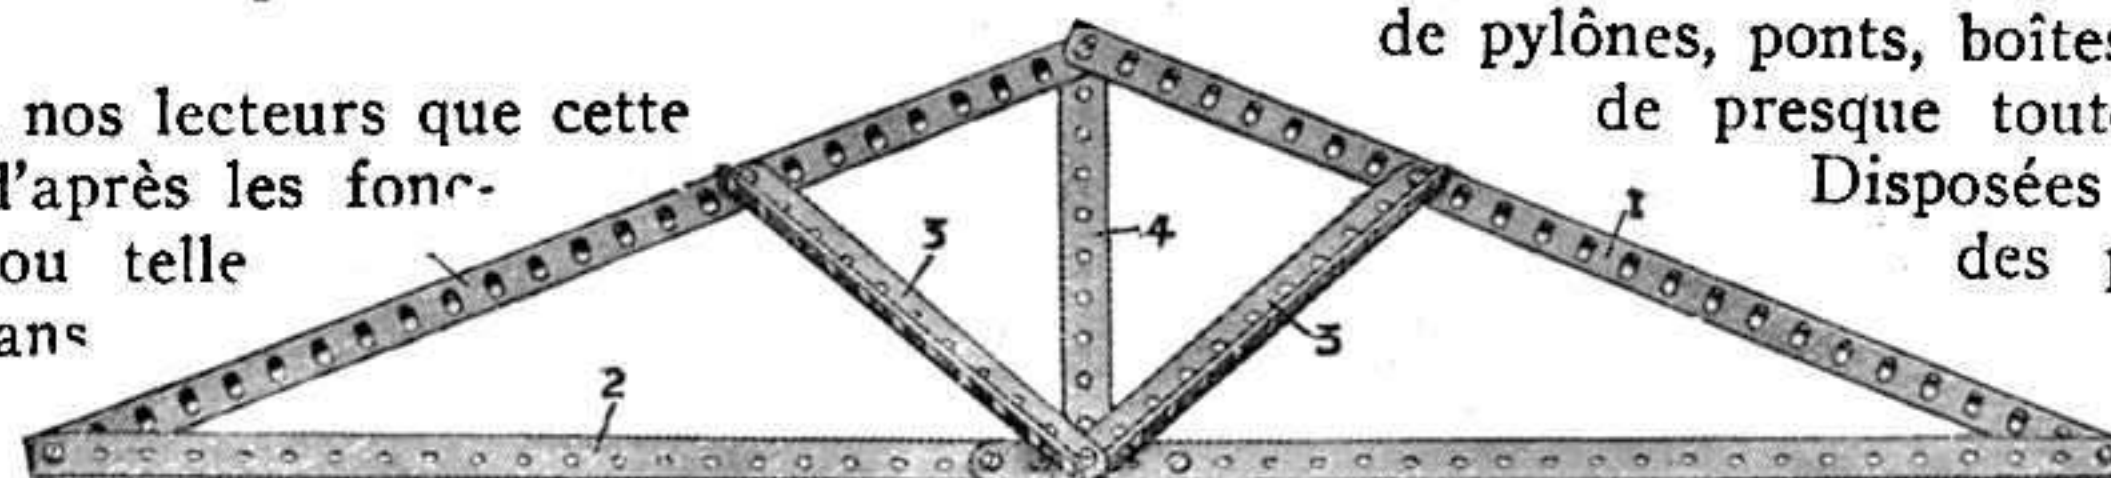

Fig. 2
La Fig. 2 est un modèle de simple ferme de toit. On voit que les côtés inclinés qui sont exposés à des forces de compression consistent en Cornières, tandis que la poutre horizontale 2, qui ne doit résister qu'à une tension, est constituée par deux Bandes de 32 cm. boulonnées l'une à l'autre et se recouvrant de cinq trous. Pour plus de rigidité on ajoute au triangle ainsi formé une pièce verticale nommée poinçon (4) et deux poutrelles inclinées ou contrefiches (3). Ceux de nos lecteurs qui ont la possibilité d'examiner la ferme d'un toit de ce type, remarqueront que les pièces correspondant aux nos 1 et 3 de notre gravure ont une forme se rapprochant des Cornières Meccano, tandis que les pièces 2 et 4 sont soit plates, comme les Bandes, soit rondes et fines, comme les Tringles Meccano.